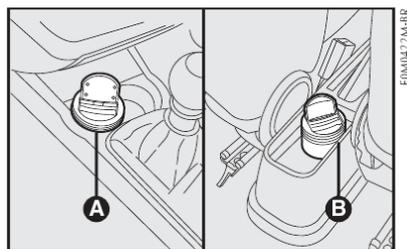

fig. 74
## CINZEIRO - fig. 74
**Para atender os ocupantes dos bancos dianteiros A-fig. 74.**
**Para atender os ocupantes dos bancos traseiros B-fig. 74.**